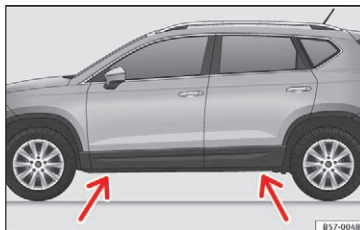

Fig. 72 Tværvange: markeringer
- Find på længdevangen markeringen til det løftepunkt til donkraften (det sted, der er trykket ind), der er tættest på det hjul, som skal skiftes »» Fig. 72.